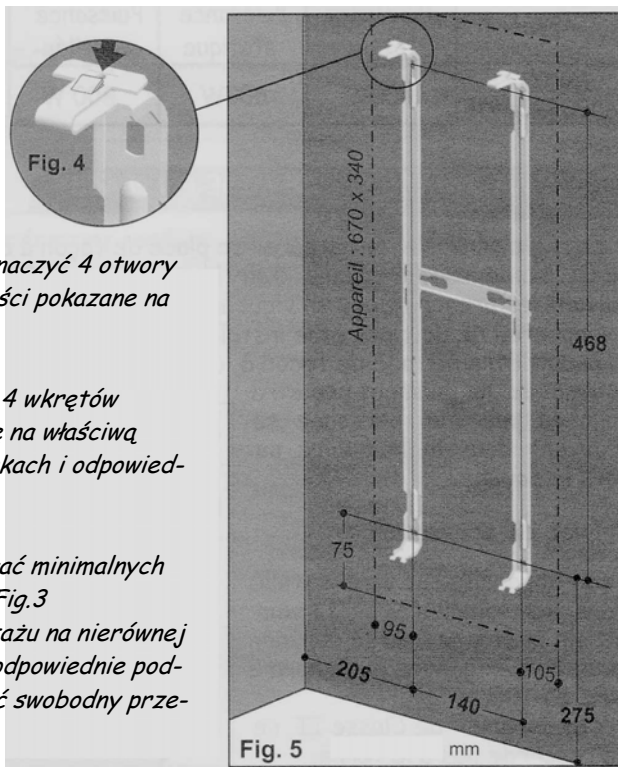

Fig. 5
- Przyłożyć stelaż do ściany i oznaczyć 4 otwory mocujące, uwzględniając odległości pokazane na rysunku obok (Fig.5).